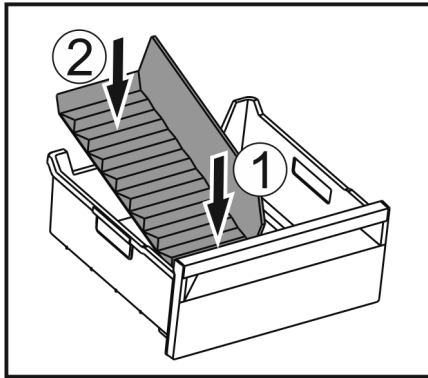

Fig. 71
- ▶ Installer la partie avant du séparateur de congélateur. Fig. 71 (1)
- ▶ Abaisser la partie arrière du séparateur de congélateur jusqu'au fond du tiroir. Fig. 71 (2)